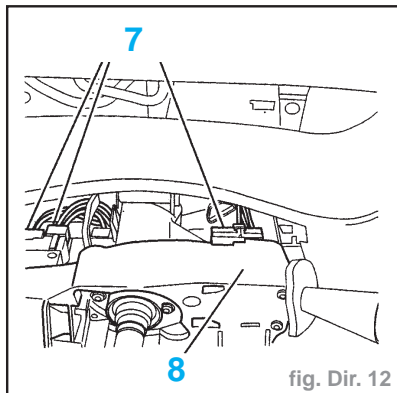

fig. Dir. 12
- Débrancher les connecteurs (7) du support combinateur (8) (fig. Dir. 12).